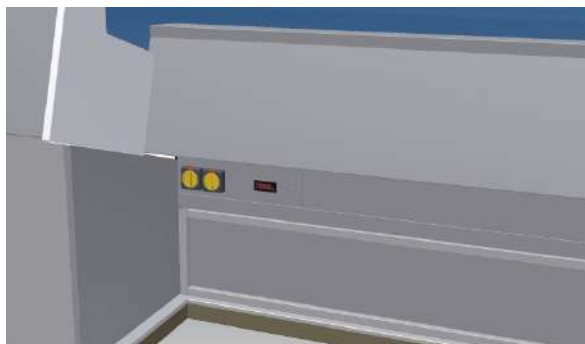

Abbildung 2
5. Richten Sie die Scheiben in ihrer linken/rechten Position aus, indem Sie die in den Scharnierprofilen vorhandenen verstellbaren Anschläge (s. Abb. 2) anpassen.